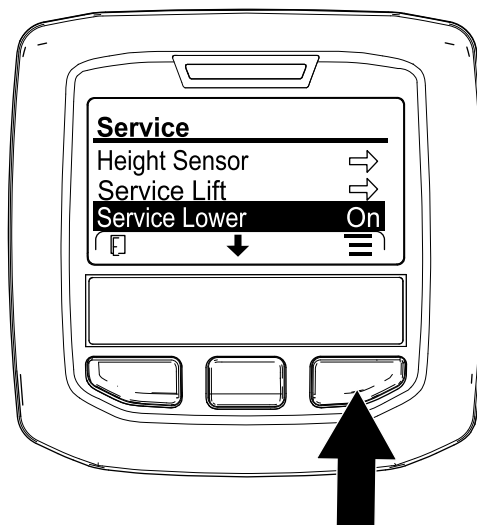

図 178
6. インフォセンターの中央のボタンを何度か押して SERVICE LOWER 整備用に下降 **図 178** を選択し、右ボタンを押す。